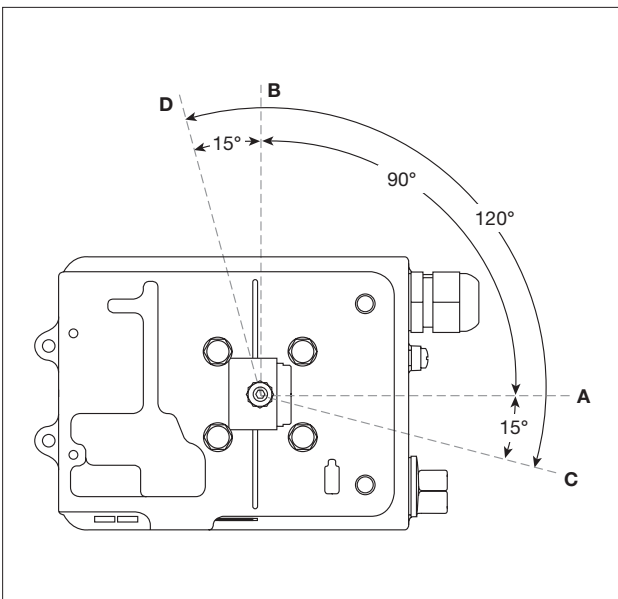
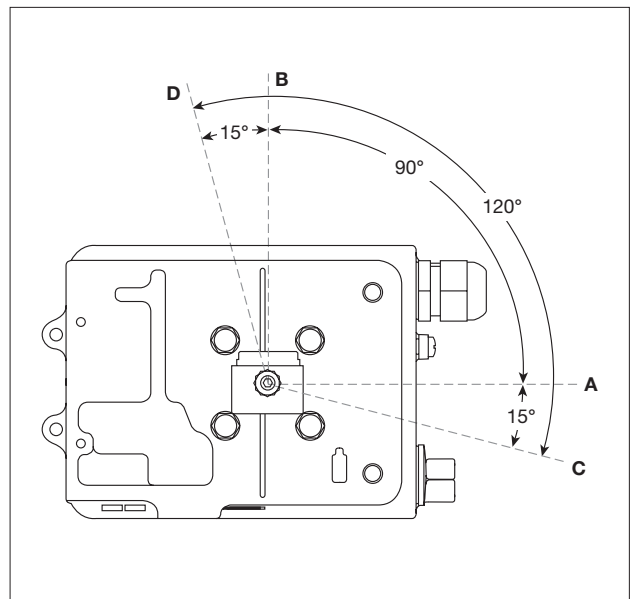

Bild 43: Position des Magnets bei einem Antrieb mit Arbeitsrichtung im Uhrzeigersinn; Blick auf die Unterseite des Stellungsreglers
Bild 44: Position des Magnets bei einem Antrieb mit Arbeitsrichtung entgegen dem Uhrzeigersinn; Blick auf die Unterseite des Stellungsreglers
2. Magnet wie in Bild 43 oder Bild 44 gezeigt, montieren und festziehen. Der Abstand zwischen Magnet und Stellungsregler sollte zwischen 5 und 14mm betragen.
Die Bewegung des Magnets wird immer zwischen „C“ und „D“ sein. Dieser Arbeitsbereich wird vom Hallsensor vorgegeben und kann nicht geändert werden, siehe Bild 43 und Bild 44.